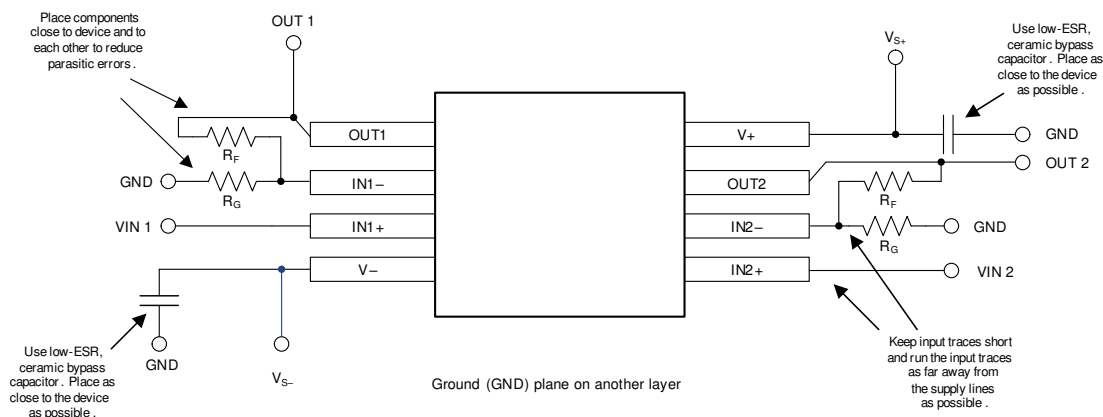

图 7-4. 布局示例
- 外部元件的位置应尽量靠近器件，如图 7-4 中所示。使 R_F 和 R_G 接近反相输入可最大限度地减小寄生电容。